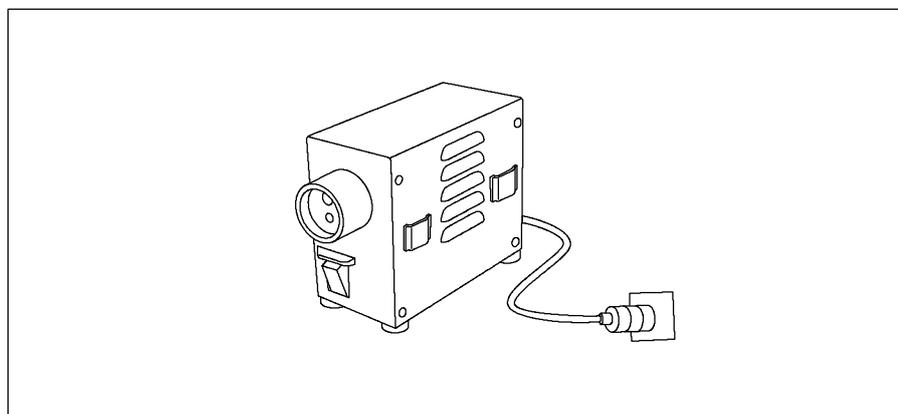

Abbildung 3.2
3. Führen Sie den Netzstecker am anderen Ende des Kabels direkt in eine Netzsteckdose ein (siehe Abbildung 3.2).